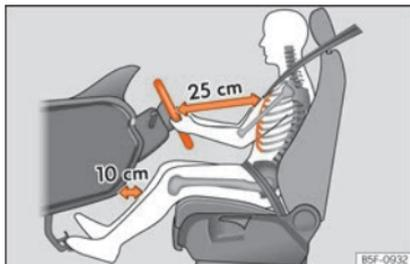
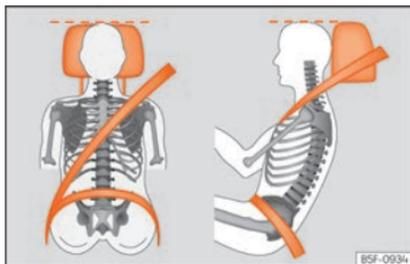

Fig. 82 La distance correcte entre le conducteur et le volant doit être de 25 cm minimum [10 pouces].
Fig. 83 Sangle bien ajustée et appuie-tête correctement réglé.
- Réglez l'appuie-tête de manière à ce que son bord supérieur soit, dans la mesure du possible, à la même hauteur que la partie supérieure de votre tête, et au moins à la hauteur de vos yeux. Gardez la nuque le plus près possible de l'appuie-tête »» fig. 82 et »» fig. 83.
- Réglez le volant à une distance d'au moins 25 cm (10 pouces) de votre cage thoracique »» fig. 82 et de sorte à pouvoir saisir des deux mains et avec les bras légèrement fléchis le volant latéralement par la partie extérieure.
- Réglez le siège du conducteur dans la longueur de manière à pouvoir actionner à fond les pédales avec les jambes légèrement fléchies tout en maintenant les genoux à au moins 10 cm (4 pouces) de la planche de bord »» fig. 82.